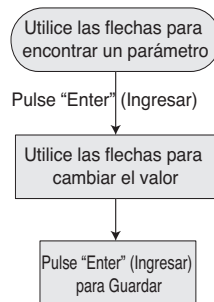

Figura 12 - Cómo cambiar el valor del parámetro.
- B. Siga el orden de teclas pulsadas que se ilustra en la Figura 12:
La contraseña bloquea o desbloquea los botones azules en el teclado. Todas las unidades del PENTEK INTELLIDRIVE se despachan de fábrica con una contraseña por defecto de 7777. Esta contraseña se puede cambiar a cualquier otro número de 1 a 4 dígitos. Para reconfigurar la contraseña a una especial para la unidad, se debe desbloquear el teclado (consulte a continuación) y seguir el orden de la Figura 12 para pulsar las teclas a fin de efectuar el cambio. Si el instalador no oprime el botón de contraseña, entonces el teclado se bloqueará automáticamente 60 minutos después de haber encendido el Mecanismo. El intervalo de temporización se puede ajustar (consulte la Tabla 5).